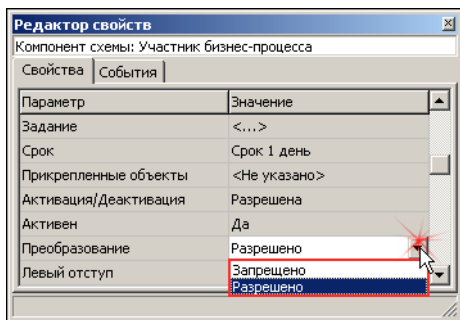

Рис. 4.28.
2. На панели **Редактор свойств** щелкните мышью в ячейке со значением параметра **Преобразование** и нажмите кнопку выбора значения параметра (рис. 4.28). Раскроется список возможных значений.